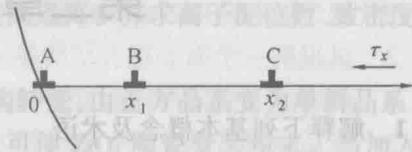

图 2-2
2.13 有一位错塞积群如图 2-2 所示, A、B、C 三根刃位错的柏氏矢量均为  $b$ , 外加切应力为  $\tau$ , 试计算三根刃位错的间距和障碍物所受到的力  $f$ 。